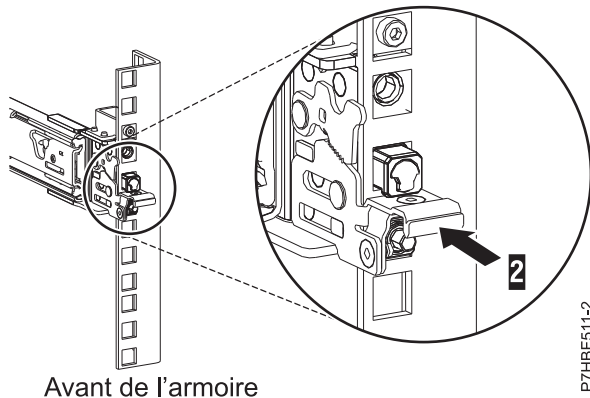

Figure 23. Loquet installé sur la glissière avant de l'armoire
7. Lorsque vous tirez la glissière vers l'avant, vérifiez que les trois broches traversent les trous d'armoire, puis insérez complètement le loquet avant (2). Pour plus de détails, voir figure 23.